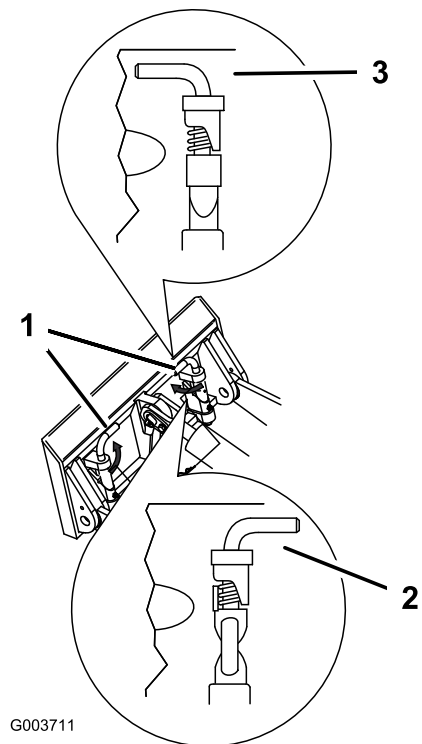

Figure 32
7. Engagez complètement les goupilles à fixation rapide dans la plaque de montage (Figure 32).